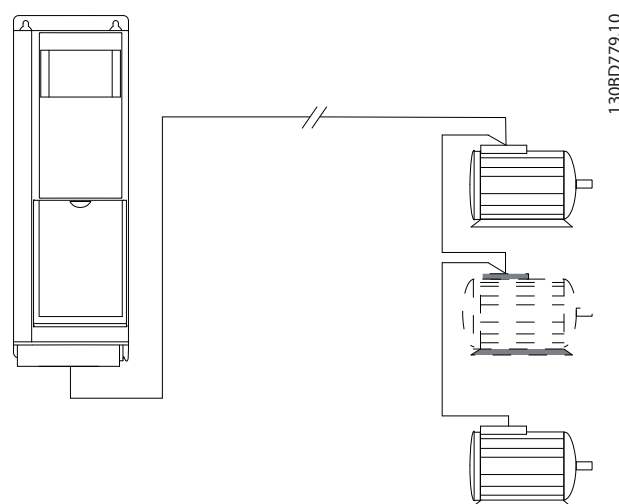

Ilustración 3.21 Cables largos en conexión en serie
- Para cables largos sin conexión paralela, consulte la Ilustración 3.21.